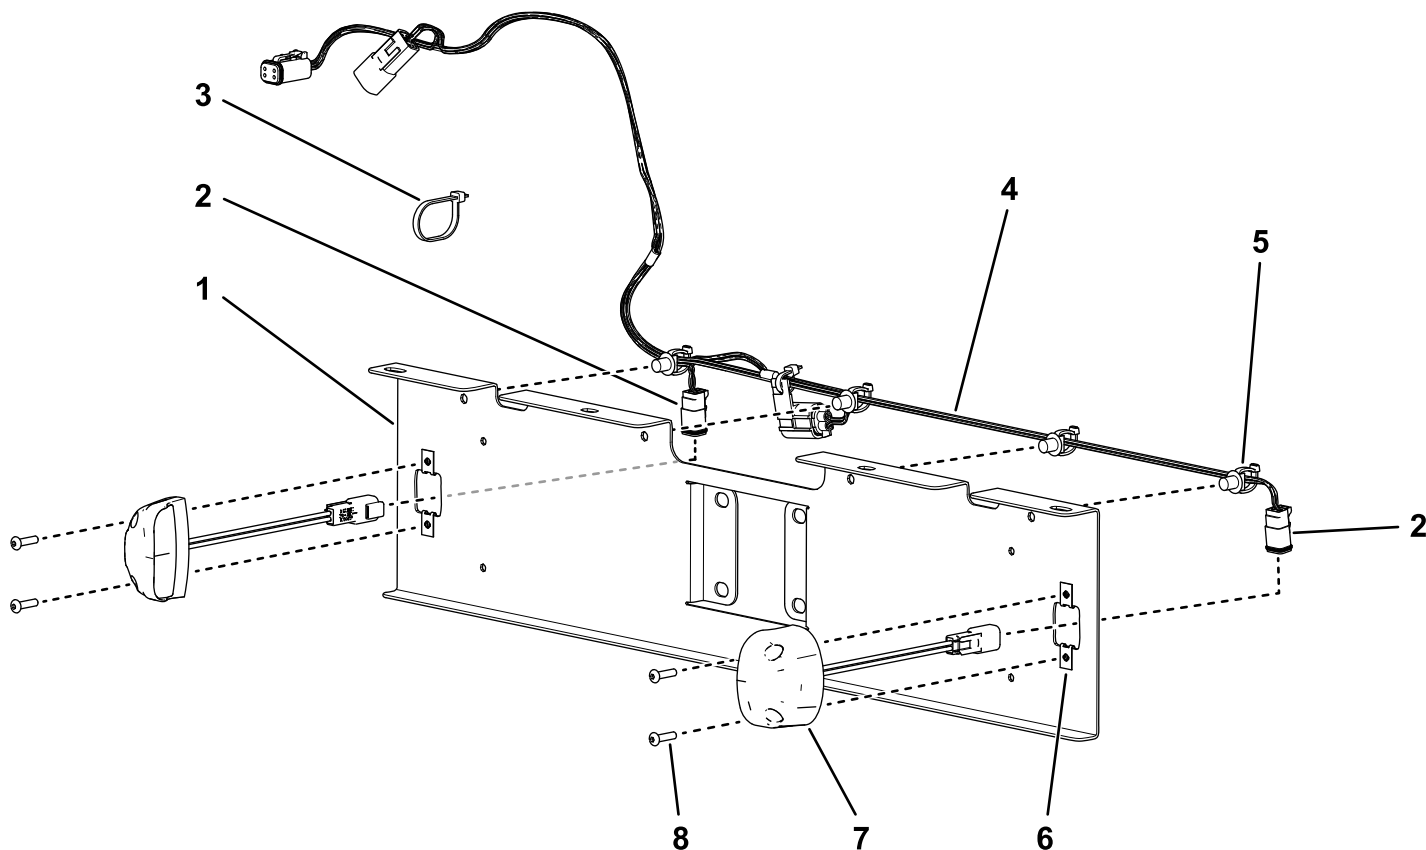

Figura 1
1. Amplasai cablajul plăcuii de înmatriculare de-a lungul părții superioare a suportului plăcuii de înmatriculare, păstrând cei 2 conectori mari i sigurana pe partea stângă (Figura 1).
2. Fixai cablajul la suport utilizând 4 dispozitive de fixare prin împingere pe cablaj în orificiile corespunzătoare din suport (Figura 1).
3. Amplasai conectorii lămpii plăcuii de înmatriculare prin orificiile mari din oricare capăt al suportului i conectai-i la cele 2 lămpi ale plăcuii de înmatriculare (Figura 1).
4. Montai lămpile pe suport utilizând 4 uruburi hexagonale cu cap semirotund (#10 × 3/4") i 4 piulițe cu clemă aa cum se arată în Figura 1.